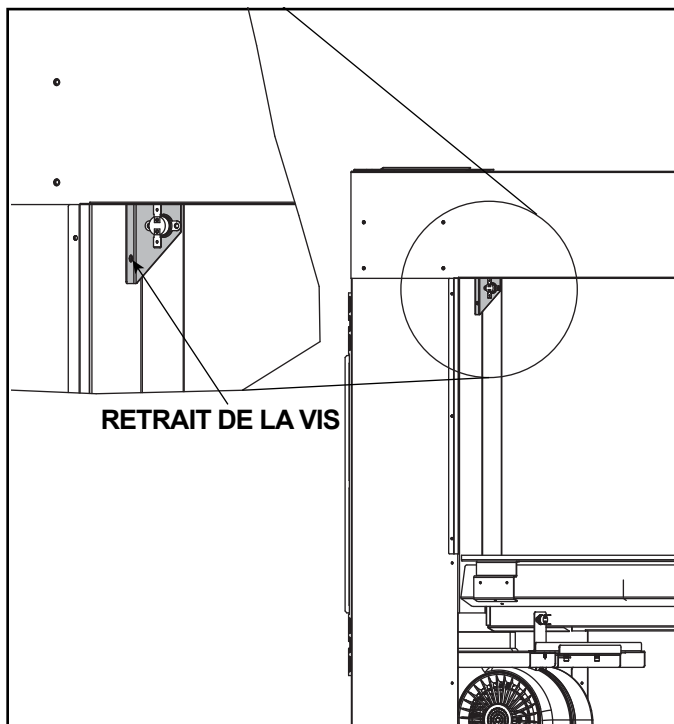

Figure 11.12 Limiteur de température correctement installé
1. Retirez l'interrupteur de limite de température élevée de la vitre du foyer en retirant la vis mécanique qui maintient le support en place et mettez l'ensemble de côté. Voir la figure 11.12.
- Remettez en place l'ensemble de l'interrupteur de limite de température élevée et fixez les connexions des fils. Voir la figure 11.12.
- Assurez-vous que l'interrupteur de limite de température élevée est installé correctement et que les fils sont connectés. Pour les instructions d'installation, voir la section 11.1. Voir la figure 11.12. Vérifiez que les fils ne sont pas pincés par le plateau de transition.